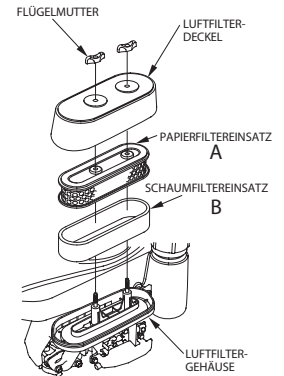

Bild 16
- Entnehmen Sie den Luftfilter und blasen Sie den Luftfiltereinsatz Abbildung A Bild 16 vorsichtig mit Druckluft aus.
- Waschen Sie den Vorfilter Abbildung B Bild 16 mit Seifenlauge aus. Trocknen Sie den Vorfilter, bevor Sie den Luftfilter wieder montieren.